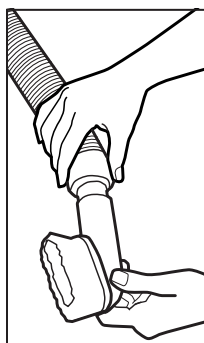
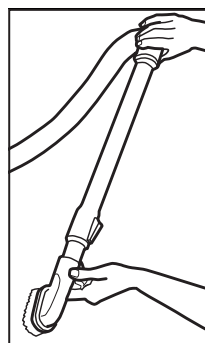

Fig. 4
Fig. 5
2. Fixez l'un des outils intégrés au bout du tube-rallonge ou directement à la manchette du tuyau (Fig. 4) et (Fig. 5).